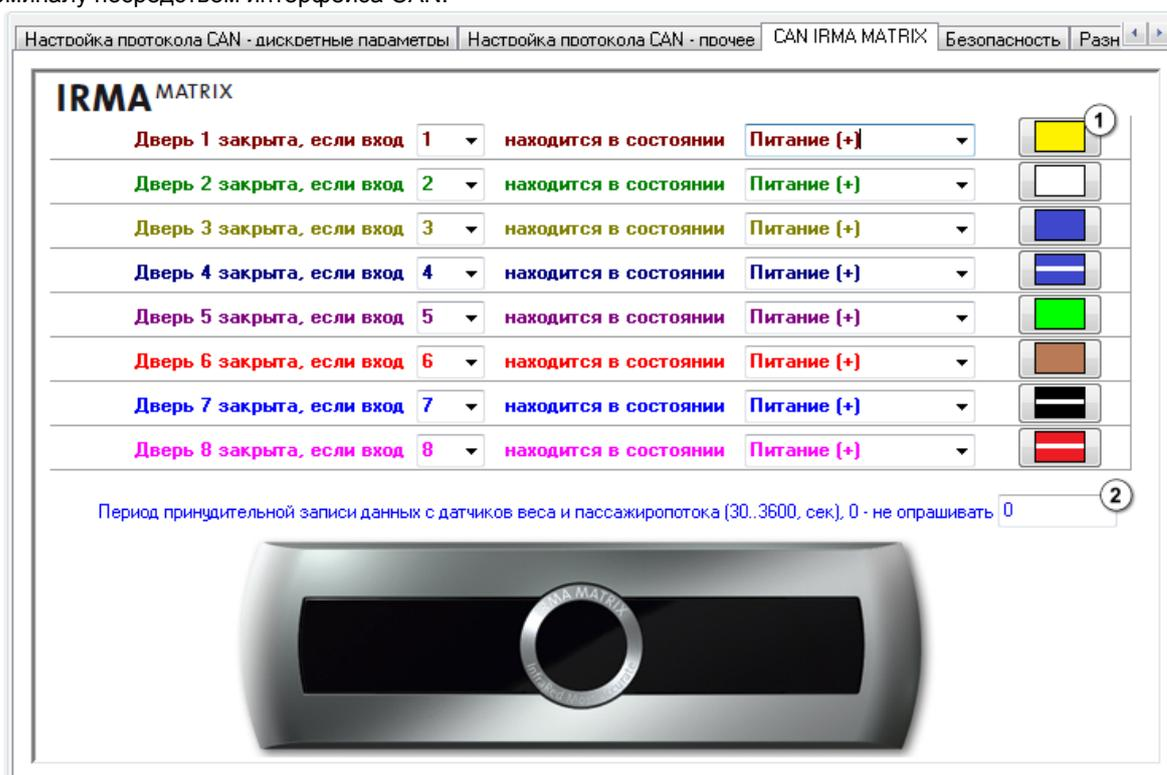

Рис.33 – CAN IRMA MATRIX.
- Перейдите на вкладку «CAN IRMA MATRIX» и включите опцию **Подключение CAN IRMA MATRIX**. Вам будет доступно меню настройки работы датчика (рис.33).
- Для перехода в меню настроек входов (рис.16, рис.17) нажмите соответствующую кнопку быстрого вызова (рис.33, п.1).
- Любое изменение состояния датчика фиксируется терминалом и записывается в память. Если нет данных для записи, терминал через определенный период времени опрашивает датчик и делает принудительную запись. **Период принудительной записи данных с датчиков веса и пассажиропотока** (рис.33, рис.2) должен указываться в секундах, минимальное значение – 30 секунд, максимальное значение – 3600 секунд, 0 – не опрашивать.